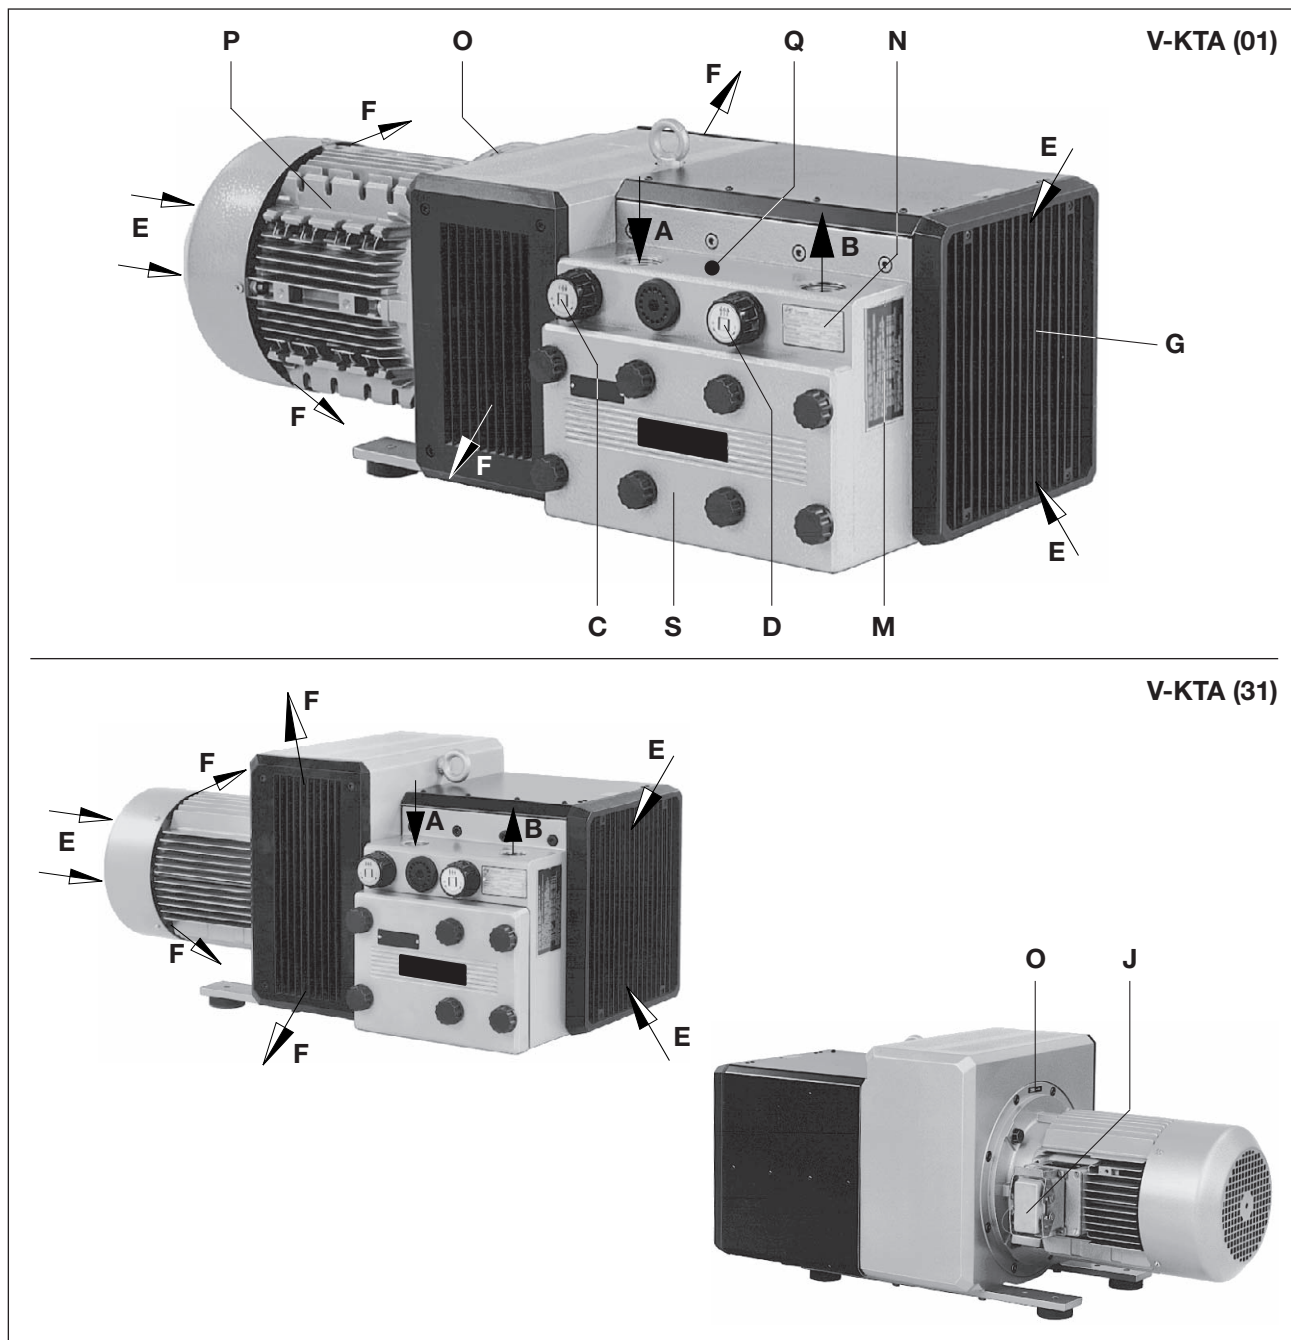

Fig. 2 Tryckvakuumpump V-KTA
Den nominella volymströmmen är 60, 80, 100 och 140 m³/h vid 50 Hz. Belastningsgränserna (bar) på sug- och trycksidan finns angivna på dataskylten (fig. 2/N). Volymströmmens relation till volymströmmen för övertryck visas i datablad D 452 och D 453.
Filterhuset (fig. 2/S) ska vara lättillgängligt.
Kylluftingångarna (fig. 2/E) och kylluftutgångarna (fig. 2/F) måste hålla minst 30 cm avstånd till intilliggande väggar. Kyluft som tränger ut får inte sugas in på nytt. För underhållsarbeten måste man framför filterhuset (fig. 2/S) och insugningsgallret (fig. 2/G) ha minst 40 cm avstånd.
- a) Vakuumanlutning vid (fig. 2/A) och tryckanslutning vid (fig. 2/B).
De tryck- och vakuuområden som krävs kan ställas in med tryckregleringsventilen (fig. 2/D) och vakuumregleringsventilen (fig. 2/C) i enlighet med symbolskylten på vridknappen.
- a) Uppgifter om motorns elektronik finns på märkskylten (fig. 2/N) eller på motorns märkskylt. Motorerna uppfyller kraven i DIN EN 60034 och tillhör skyddsklass IP 55 samt isoleringsklass F. Lämpligt kopplingsschema finns i motorns anslutningsbox (inte på versionen med kontakt-don). Motoruppgifterna måste jämföras med uppgifterna om det befintliga huvudnätverket (aktuell typ, spänning, nätverksfrekvens, tillåtet strömvärde).
- b) Anslut motorn via kontakt-donet (Fig. 2/J) eller motorskydds-brytaren (av säkerhetsskäl måste en motorskydds-brytare användas och den anslutande kabeln måste installeras via en kabelgenomföring för att minska belastningen). Vi rekommenderar att motorskydds-brytare med fördröjd avstängning används, beroende på möjlig överström. Tillfällig överström kan förekomma när maskinen kallstartas.
Vid maskinens driftstemperatur kan yttemperaturerna på komponenterna (Fig. 2/Q) överstiga 70°C.
Torkmedlet i filterhuset (Fig. 2/S) måste avlägsnas innan maskinen startas upp
- ▷ Drivaxelns planerade rotationsriktning markeras av rotationsriktningsspilen (fig. 2/O) på motorflänsen.